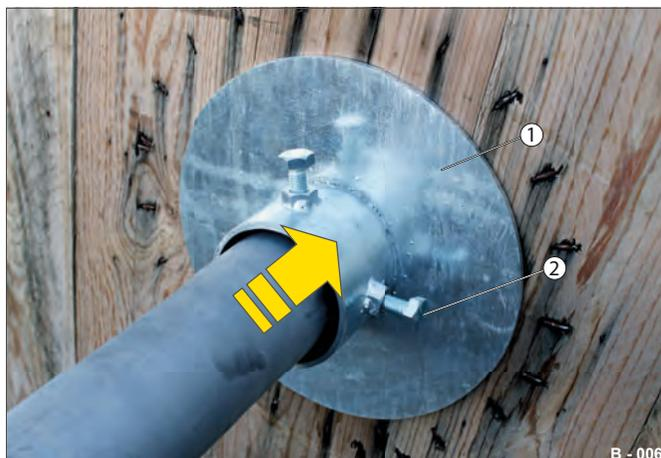

Fig. 8 Fixation de l'axe de transport
► Glissez une collerette (Fig. 8 /1) de chaque côté de l'axe de transport.
► Serrez uniformément les vis (Fig. 8 /2).